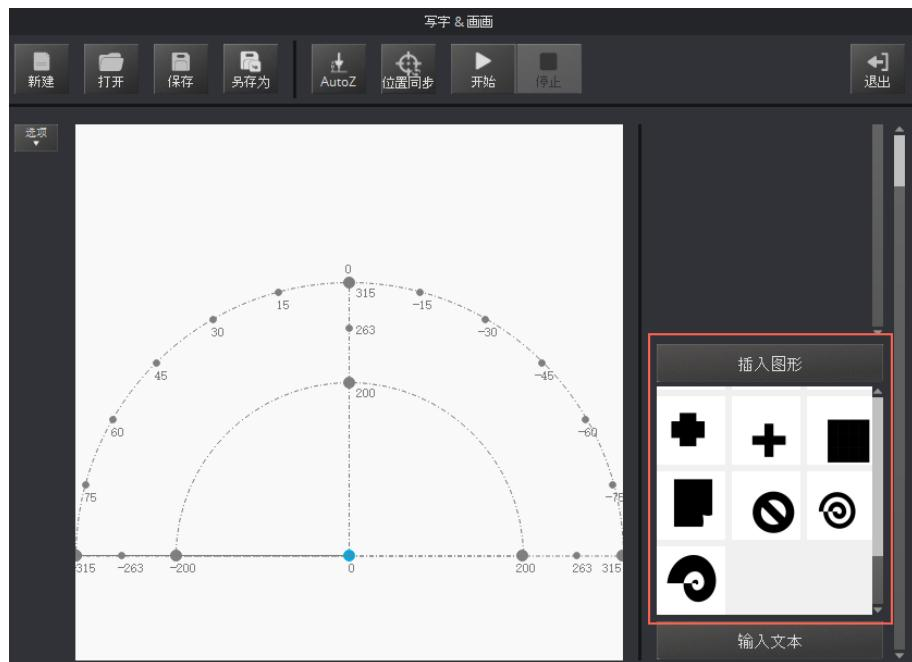

图 5.68 插入系统自带的图形文件
- 在“写字 & 画画”页面右下方的“插入图形”单击选择系统自带的图形文件。如图 5.68 所示。